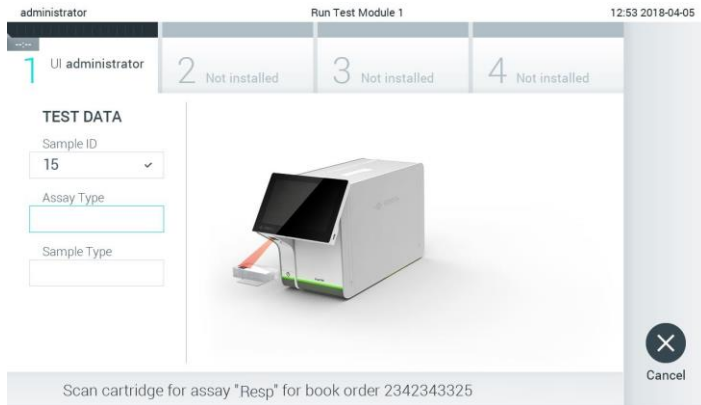

Figura 71. Scanarea codului de bare al cartușului de test QIAstat-Dx.
4. Atunci când comanda testării a fost primită cu succes de la gazdă, se afișează „Scan cartridge for assay <assay_name> and book order <order_number>” („Scanare cartuș pentru testul <nume_test> și pentru comanda fermă <număr_comandă>”). Scanați codul de bare al cartușului de test QIAstat-Dx specificat (Figura 71, pagina următoare).